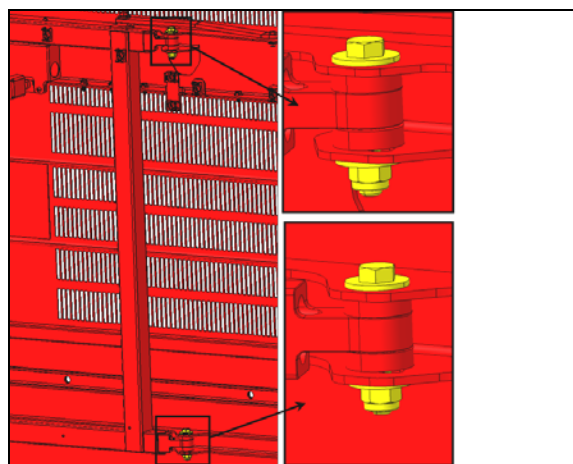

FIGURE 52:
4. Si la position verticale est hors tolérance, vous pouvez ajuster la porte en utilisant le jeu aux points d'attache entre les bras et la porte (FIGURE 52:).